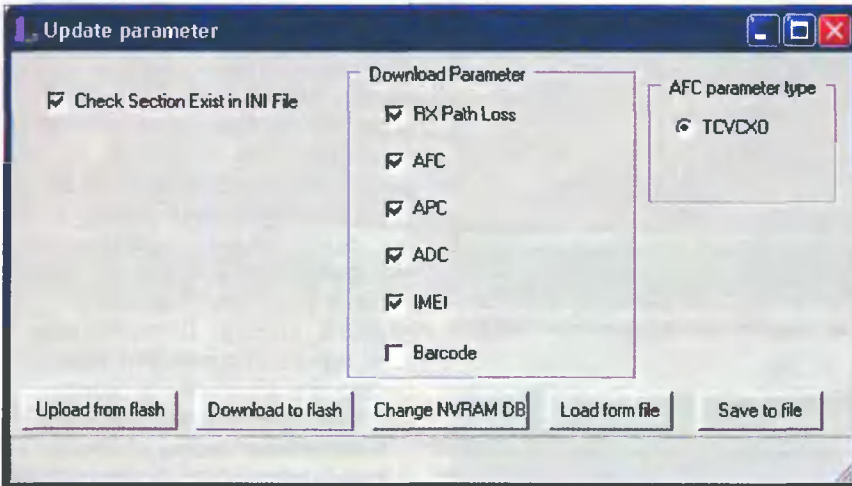

Рис. 3. Диалоговое окно Update Parameter программы Maui Meta Service Center
4. Нажимают кнопку «Ресептест», а затем клавишу включения телефона. При удачном подключении программы к телефону на экран будет выведено диалоговое окно «Update Parameter», приведенное на рис. 3.